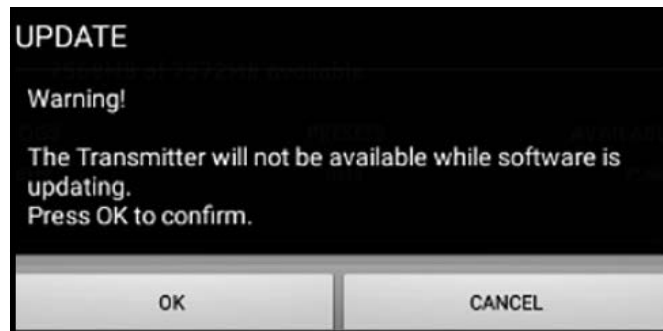

Figura 107: Pantalla de confirmación de la actualización
5. En la pantalla mostrada en Figura 107 más abajo, pulse el botón ACEPTAR para confirmar la actualización y continuar.